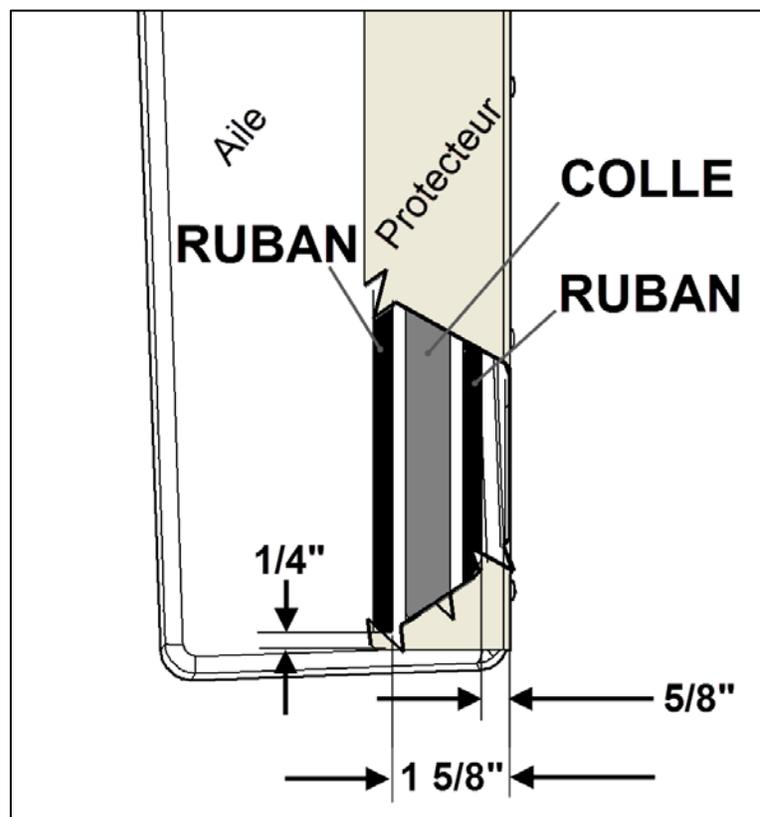

FIGURE 4 : POSITIONNEMENT DES RUBANS SOUS LE PROTECTEUR.
6. Essayer le protecteur sur l'aile. Marquer la position des rubans adhésifs avec du ruban de masquage selon la Figure 4.
9. Tirer un cordon de colle Simson entre les deux rubans Figure 4.